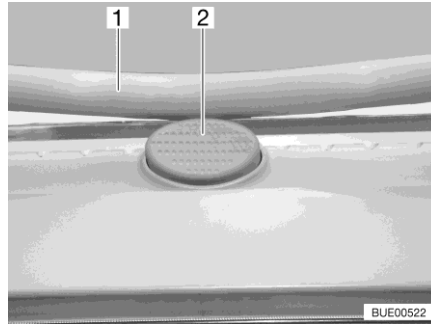

Bild 33 Sicherungsknopf (Kipp-Dachhaube)
- Den Sicherungsknopf (Bild 33,2) drücken und den Bügel (Bild 33,1) mit beiden Händen nach unten ziehen.
- Den Bügel mit beiden Händen nach oben drücken, bis der Bügel oberhalb des Sicherungsknopfes (Bild 33,2) liegt.